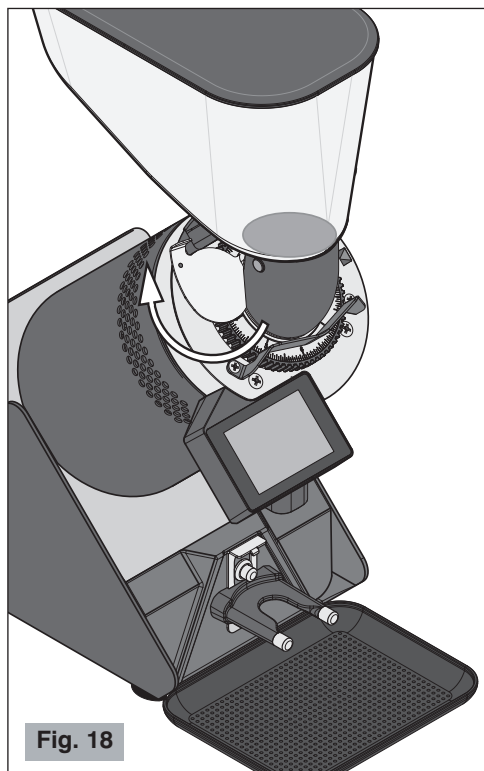

Fig. 18
**Accertarsi della completa apertura dell'otturatore della campana fino a fine corsa (vedere Fig. 18).**